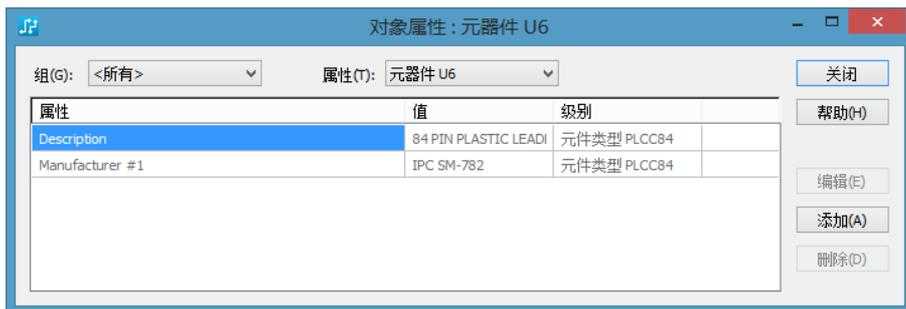

图 14-39 “对象属性：元器件 U6” 窗口
2) 仅对比 ECO 注册属性：比较除了非 ECO 注册属性之外的所有属性。例如，在如图 14-39 所示的“对象属性：元器件 U6”窗口中已经添加了“Description”属性，则称元器件 U6 的“Description”属性是 ECO 注册属性。若元器件 U6 没有在“对象属性：元器件 U6”窗口中添加“Description”属性，则就是非 ECO 注册属性。